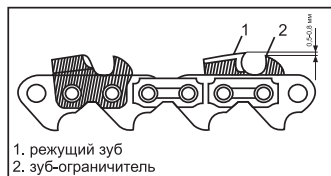

рис.3
4.3 Звено цепи состоит из двух зубьев: режущего зуба и зуба-ограничителя (см. рис.3). Насколько эффективно будет происходить процесс пиления зависит от разницы
Заточку цепи необходимо начинать с заточки режущих зубьев (рис.3 поз.1).